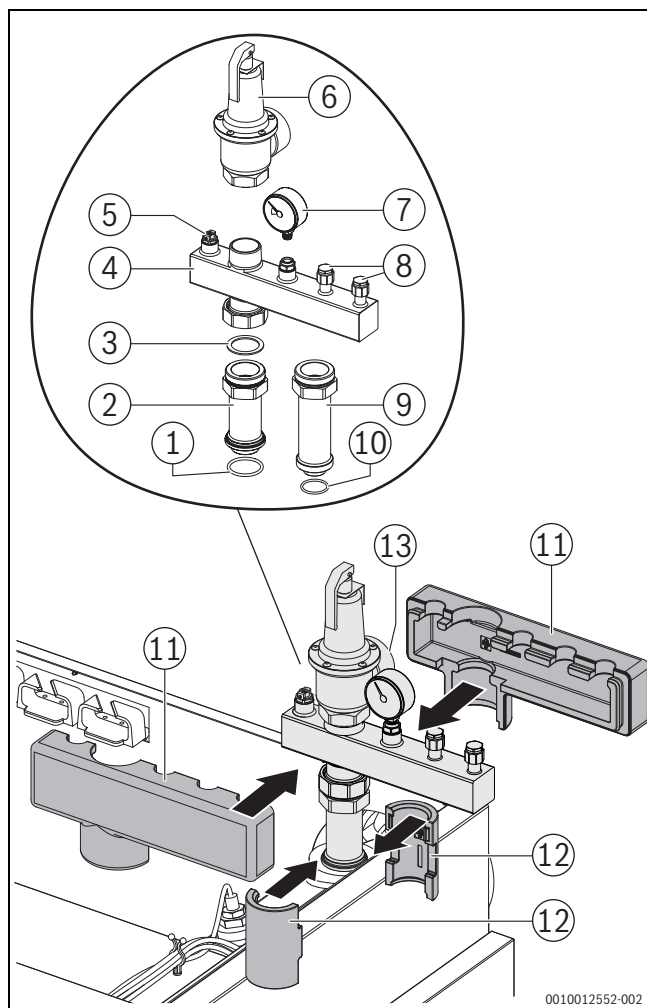

Fig. 19 Conjunto de segurança de 4 a 6 bar (representado: estrutura da caldeira à direita)
(→Fig. 19 e 20)
- ▶ Vedar a válvula de segurança (→Fig. 19, [6]) nos bocais roscados do grupo de segurança de caldeiras [4] com um material de vedação adequado (ter em atenção a direção de descarga [13] relativamente à posição de montagem posterior).
Legenda da fig. 19 e 20: